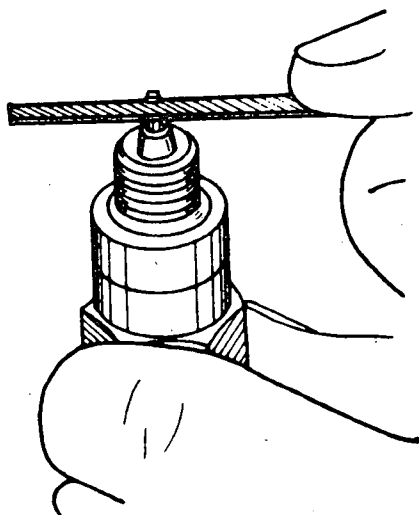

Fig. 4
- a Lime os eletrodos das velas, se for necessário (fig. 4).